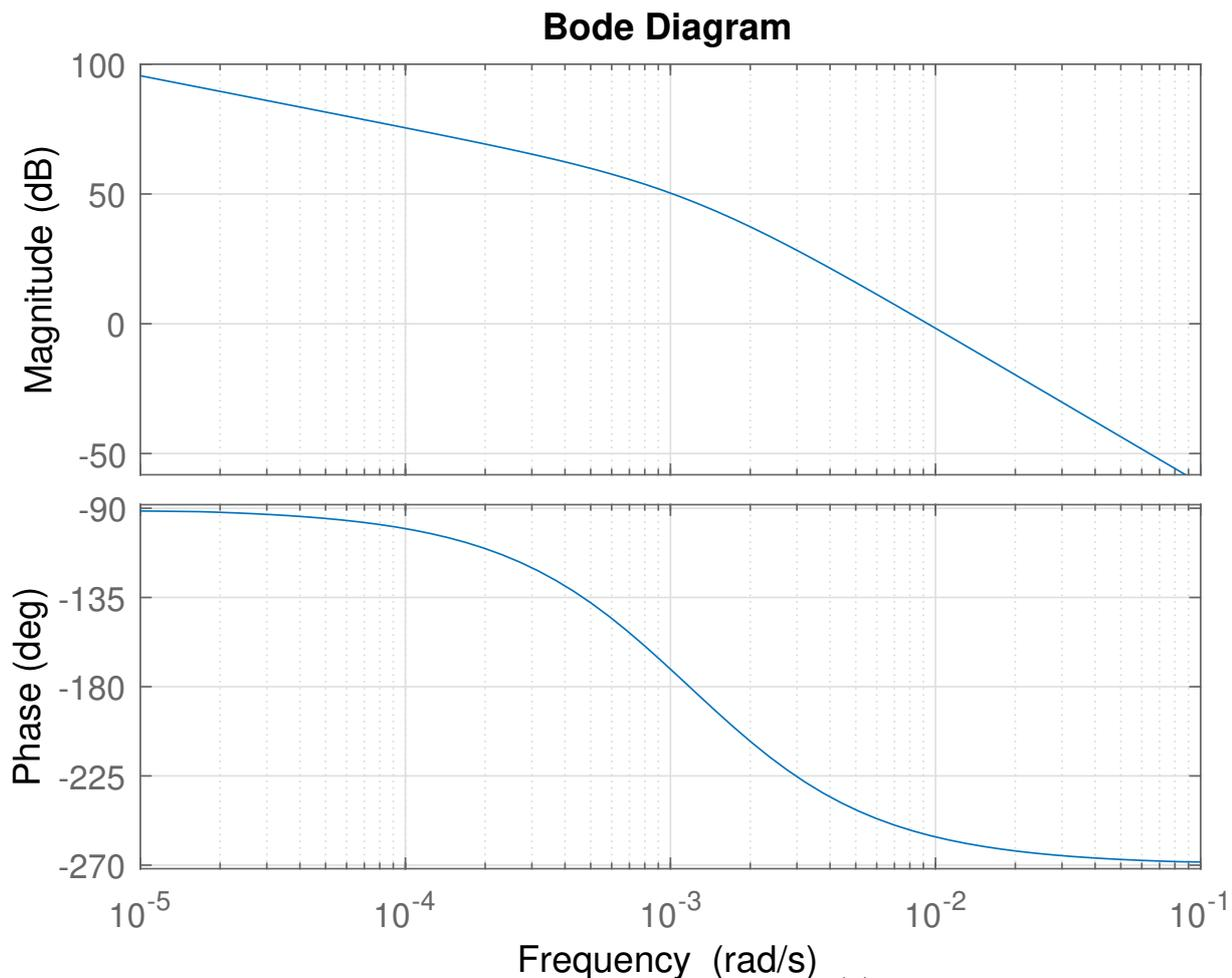

FIGURE 1.7 – Réponse harmonique de $T(p)$ pour $K = 1$
5. La réponse harmonique en boucle ouverte pour $K = 1$ est donnée sur la figure 1.7. Donner la valeur des marges de stabilité.